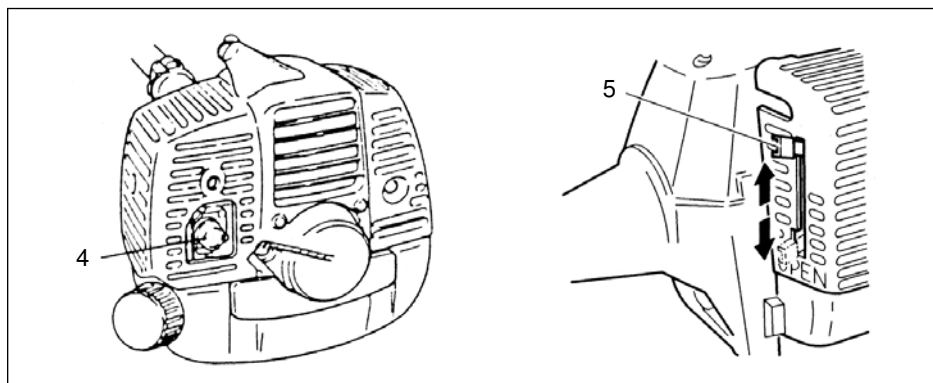

Fig.2-2C
* Trykk på sugepumpeboblen (4) flere ganger slik at brennstoff flyter gjennom boblen eller returrøret. (Hvis utstyrt slik) (Fig. 2-2C, 3)
2. Med sikkerhetshendelen (2) trykket inn, trekkes det i gasshåndtaket og låseknappen (3) dyttes inn (hvis slik utstyrt), mens først gassen slippes sakte, deretter sikkerhetshendelen. Dette låser gassen i startposisjon.
3. Sett chokehendelen til CLOSED (lukket) posisjon (4) (Fig. 2-2C, 3)